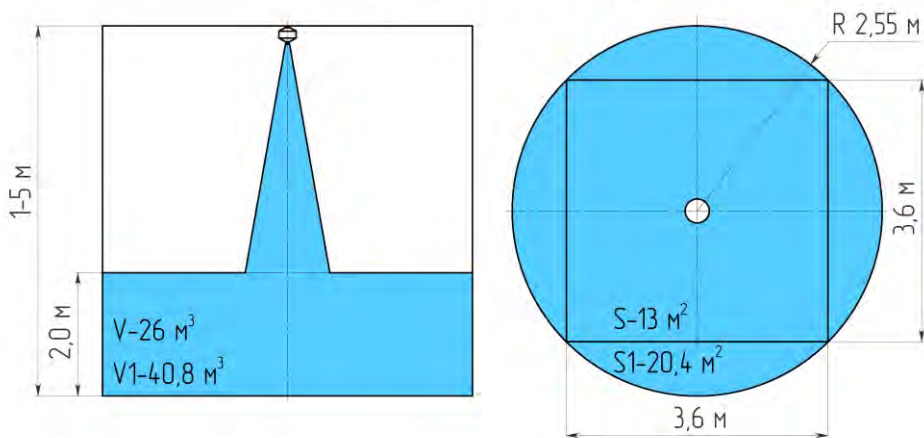

Рисунок 1 – Конфигурация зоны защиты модуля МПП для очагов класса «А»
2.2 Огнетушащая способность и конфигурации распыла порошка МПП «Гранат-3» в защищаемой зоне при тушении очагов пожара классов «А» приведена в табл. 2 и на рис.1.